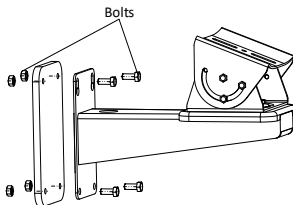

Рисунок 2-11 Установка кронштейна на стену
1. Закрепите цилиндрическую камеру на кронштейне с помощью расширительных винтов или болтов, как показано на рисунке Рисунок 2-11.
1. Выберите надлежащее место для установки и зафиксируйте шаблон к стене/потолку винтами, как показано на рисунке Рисунок 2-11.